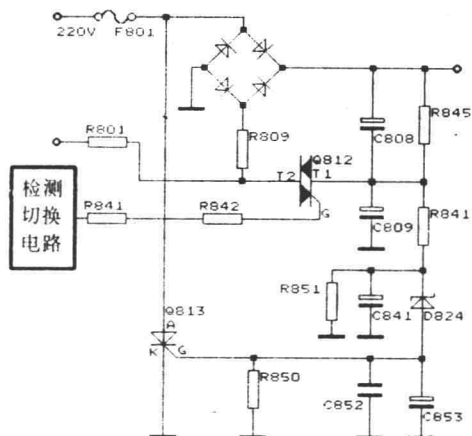

图1
1. 整流方式错误保护:大屏幕电视一般为多制式,这就要求电源电路必须适应世界各地的电网电压。M16M机芯(21种制式)电源采用交流输入电压整流滤波自动切换电路,工作电压范围宽达90~280V。电路工作原理见图1所示,整流滤波方式切换电压调整定在160V。电压高于160V,电路为桥式整流滤波;低于160V,电路自动转换为二倍压整流滤波。图中若双向硅T1、T2短路或检测切换电路失效无法关断Q812,电路会始终处于二倍压整流滤波方式,电容C808正端的直流输出电压接近交流输入电压峰值的2倍,这种情形是十分危险的。为此,由R845、D824、Q813等组成整流滤波方式错误保护电路,只要C808正端输出电压超出安全阈值,经R845、R824、R851分压,齐纳二极管D824雪崩击穿,Q813被触发导通而速将输入回路熔丝F801烧断。